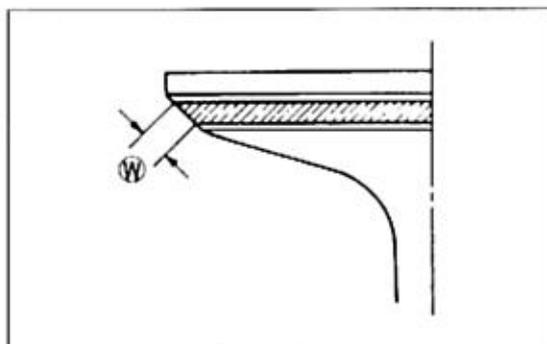

Bild 111
-  Ventilsitzbreite (Bild 111) messen: